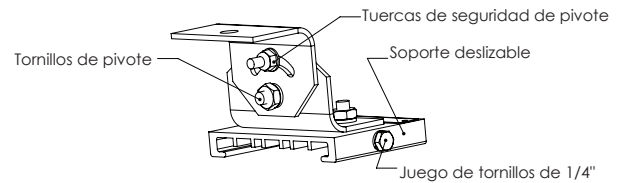

Figura 5. Detalles del montaje giratorio
5. Ajuste los dos (2) tornillos de 1/4" y fíjelos en cada soporte deslizante hasta que lleguen al fondo (ver la Figura 5). Torsión para 78 pulgadas-libras (8,8 N-m).
6. Ajustar la posición del dispositivo al ángulo deseado y ajustar los dos (2) tornillos de pivote de 5/16". Torsión para 78 pulgadas-libras (15,6 N-m).
7. Ajustar las dos (2) tuercas de seguridad de pivote de 1/4" en las ranuras de ajuste a 78 pulgadas-libras (8,8 N-m).